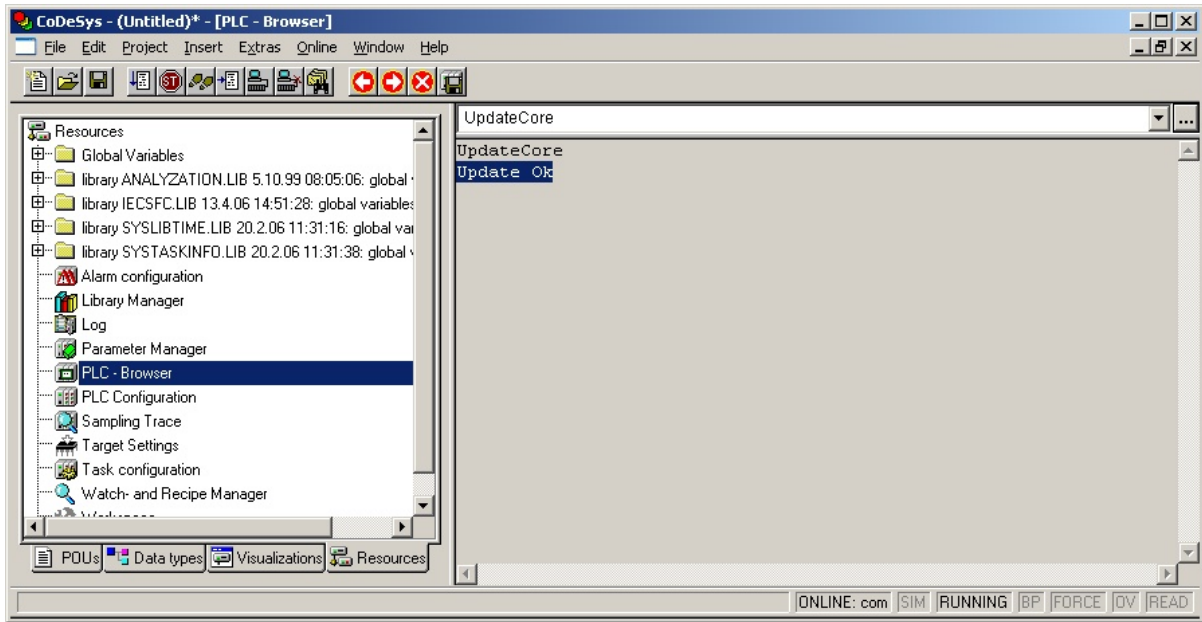

Рисунок 10.5 – Окно «ПЛК Браузер (PLC-Browser)»
- 8) Выбрать команду «UpdateCore». В поле отображения реакции ПЛК на введенную команду отобразится сообщение «UpdateOK» (см. рисунок 10.5).